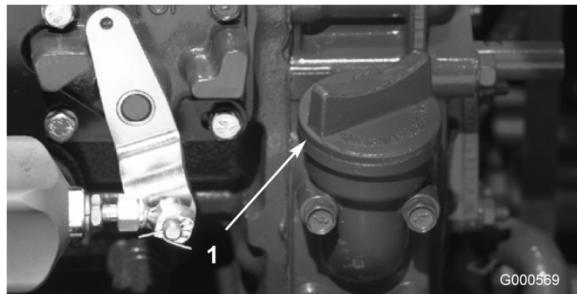

Figura 11
4. Se o nível de óleo se encontrar abaixo da marca FULL, deverá retirar a tampa de enchimento (Figura 11) e adicionar óleo até que o nível atinja a marca desejada. **Não encha demasiado.**